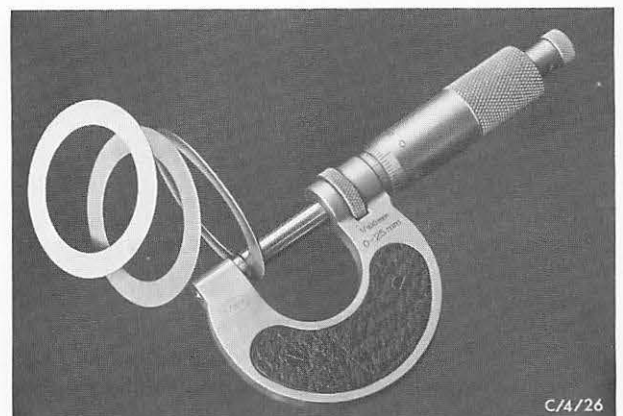

Abb. 92 Ermittelte Ausgleichscheiben auswählen
44. Ausgleichscheiben wie ermittelt auflegen. Abb. 92. Kegelrollenlager zuerst auf die Telleradrückseite des Ausgleichgetriebe-Gehäuses pressen (Aufpreßdorn 15-025 verwenden).